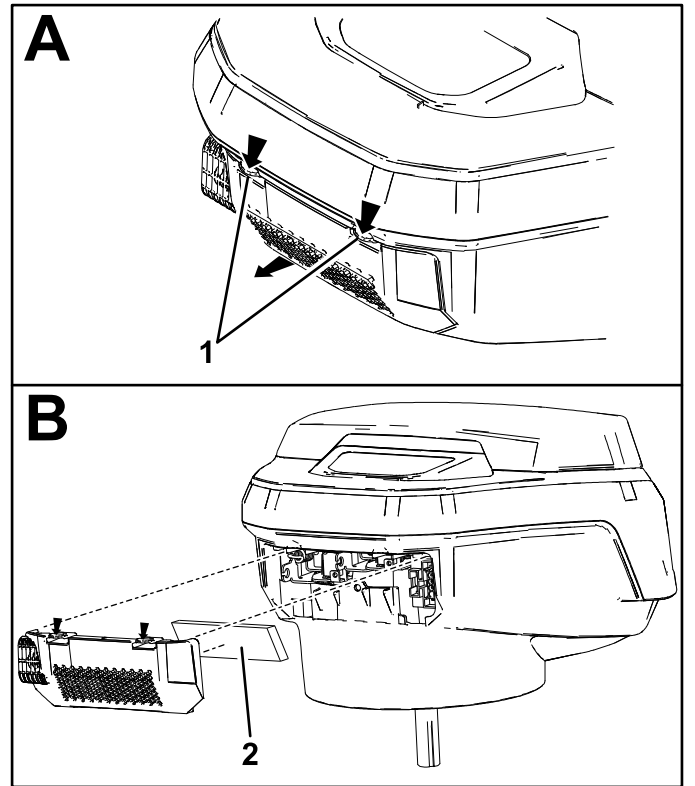

Figura 25
- Desenganche y retire la cubierta y el filtro de espuma. Limpie ambos a fondo (Figura 25).